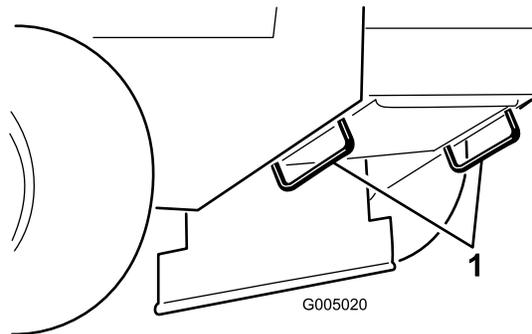

Figure 13
- Servez-vous des points d'attache en métal de la machine pour arrimer solidement la machine sur la remorque ou le véhicule utilitaire avec des sangles, des chaînes, des câbles ou des cordes (Figure 13).